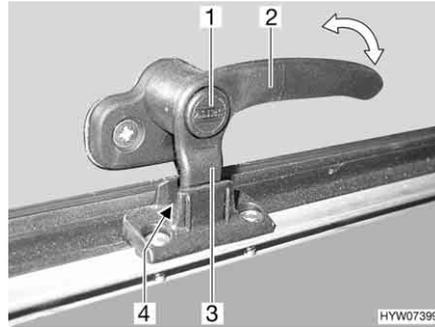
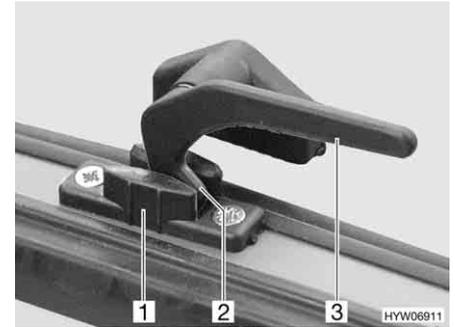

Bild 79 Verriegelungshebel mit Sicherungsknopf in Stellung "Dauerbelüftung"
Bild 80 Verriegelungshebel in Stellung "Dauerbelüftung"
- in Stellung "Dauerbelüftung" (Bild 79 und Bild 80)
- Wenn vorhanden, Sicherungsknopf (Bild 79,1) drücken und gedrückt halten.
- Den Verriegelungshebel (Bild 79,2 oder Bild 80,3) eine viertel Umdrehung zur Fenstermitte hin drehen.
- Den Verriegelungshebel wieder zurückdrehen. Die Verriegelungsnase (Bild 79,3 oder Bild 80,2) am Verriegelungshebel dabei in die Aussparung der Fensterverriegelung (Bild 79,4 oder Bild 80,1) einfahren.
- Wenn vorhanden, Sicherungsknopf (Bild 79,1) loslassen.